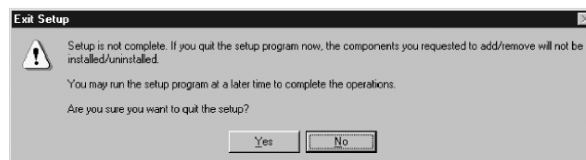

рис. 5
- чтобы продолжить установку, щелкните кнопкой **No**. (Рис. 5)